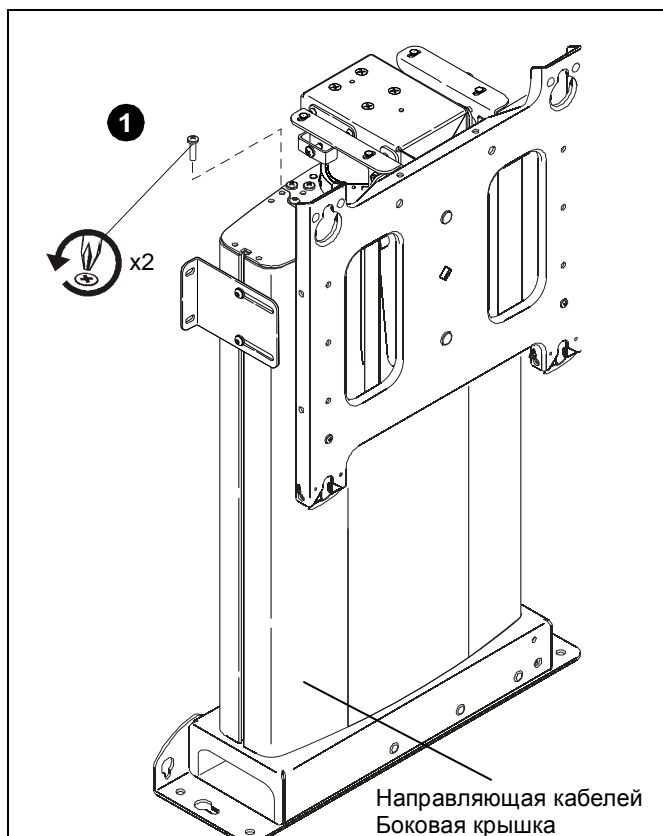

рис. 8
2. Отложите винты в сторону для повторного использования. (см. рис. 8)